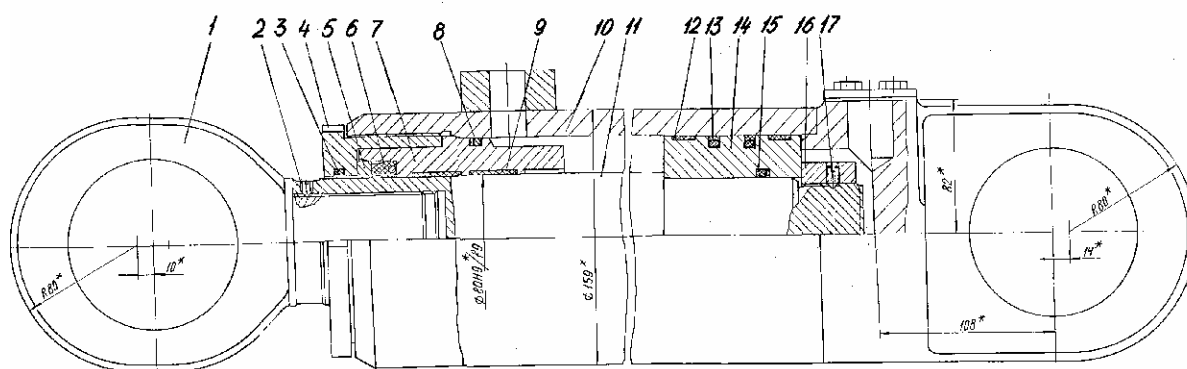

Рис. 44 Гидроцилиндр
10. ГИДРОЦИЛИНДРЫ (рис. 44, 45)